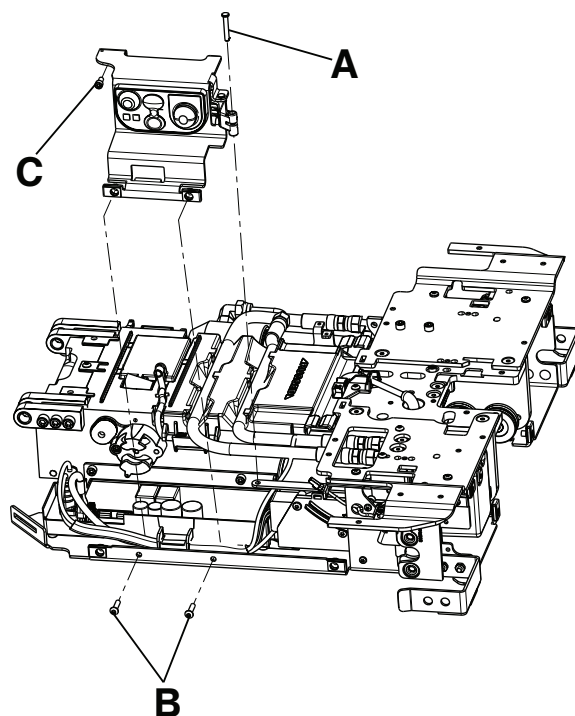

Figure 13 – Ensemble de bouton de déblocage manuel
4. Retirer la broche auto-rétentive Slic Pin (A) de l'ensemble d'interrupteur/support (Figure 13). Conserver la goupille.
5. À l'aide d'une clé Torx T25, retirer les deux vis d'assemblage à tête ronde (B) qui fixent le support du bouton de déblocage manuel au châssis du chariot (Figure 13). Conserver les vis.
6. À l'aide d'une clé à six pans de 5/32 po, desserrer (ne pas retirer) la vis d'assemblage à six pans creux (C) qui fixe le support du bouton de déblocage manuel au châssis du chariot (Figure 13).